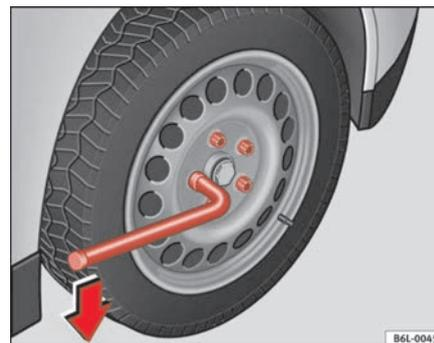

Fig. 126 Cambio de rueda: aflojar los tornillos de rueda
- Agarre la llave por el extremo y gírela aproximadamente una vuelta hacia la **izquierda** ⇒ fig. 126.